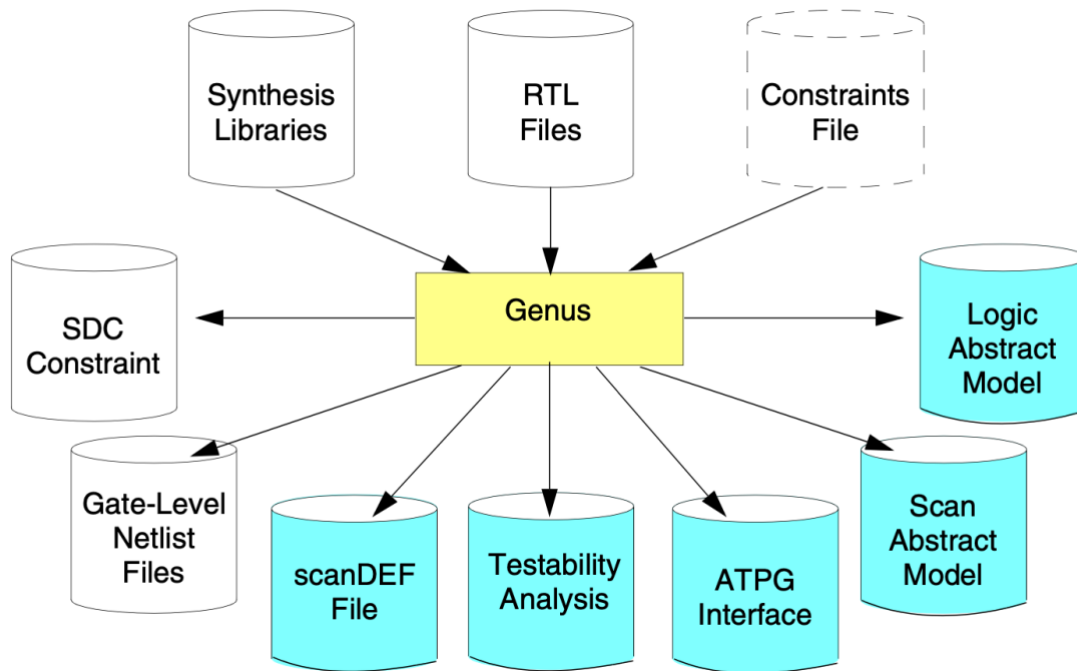

Figura 1
**Objetivo:** executar o fluxo de síntese lógica com DFT no Genus para inserir *scan cells* e permitir a geração de padrões de teste (ATPG). Para isso, são necessários os arquivos mostrados na Figura 1.
A Figura 1 também contém os arquivos gerados: